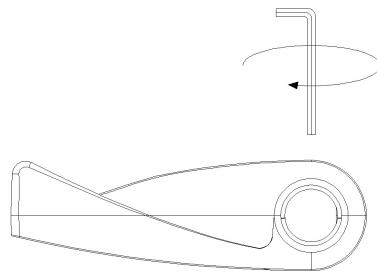

Fig. 7
6. Kontroller, at regulatoren er sikkert tilsluttet varmelegemet (fig. 7).